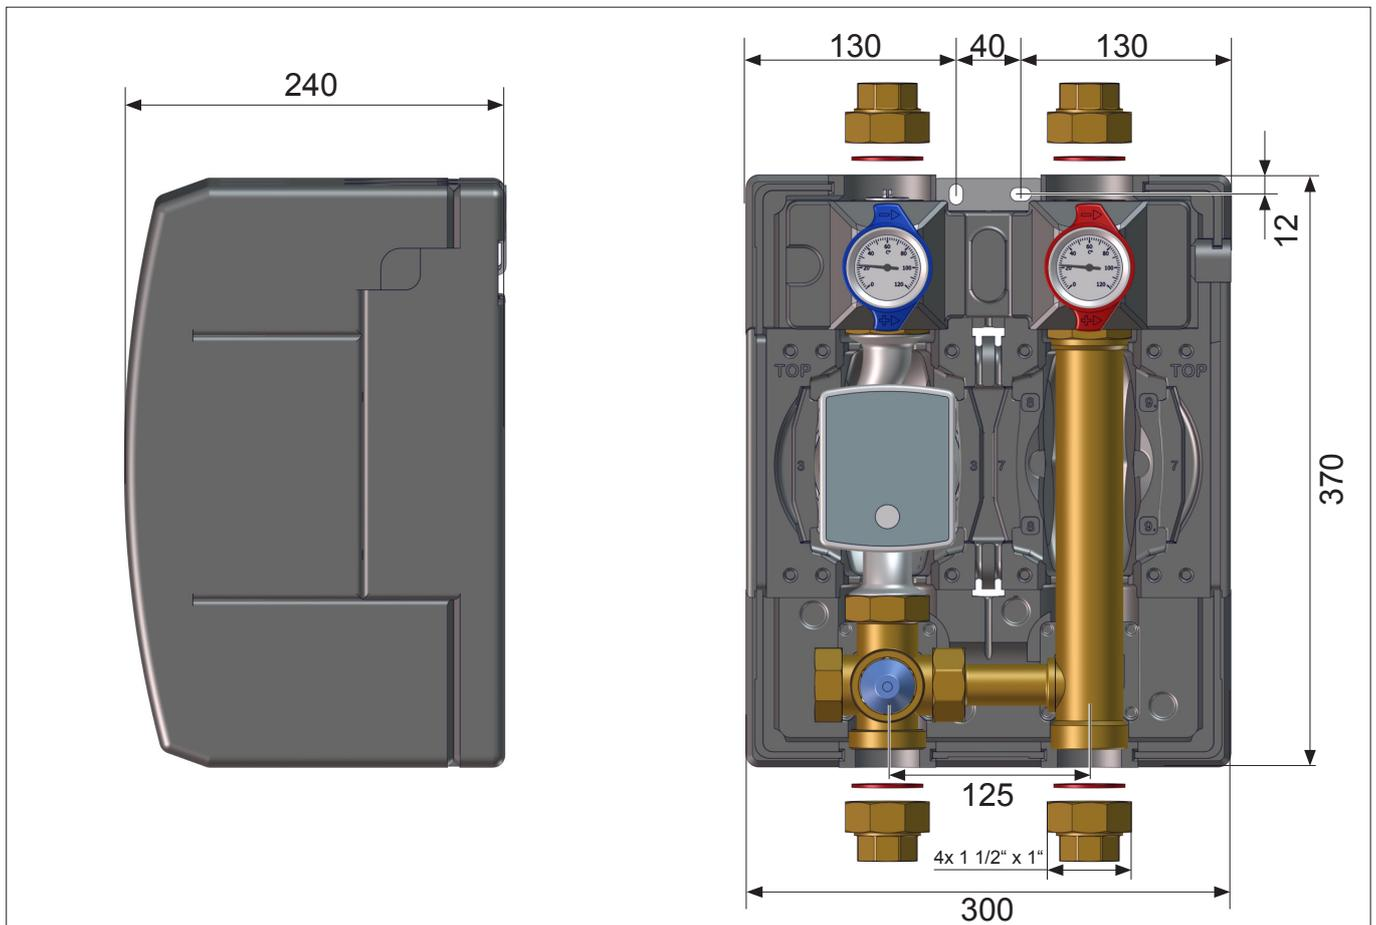

Abb. 2: Abmessungen (mm)
- Zeichnen Sie die Bohrungspunkte für die Montage der Kesselladestation an (siehe Abb. 2 auf Seite 7).